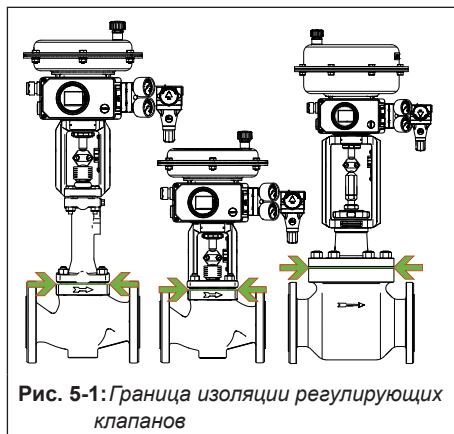

Рис. 5-1: Граница изоляции регулирующих клапанов
- ➔ *Изолируйте регулирующие клапаны до фланца крышки корпуса клапана, см. Рис. 5-1. Это также относится к исполнениям с сильфоном или изолирующей вставкой при температуре среды ниже 0 °C (32 °F) или выше 220 °C (428 °F). Если изолирующая ставка также изолируется, она теряет свою функцию!*